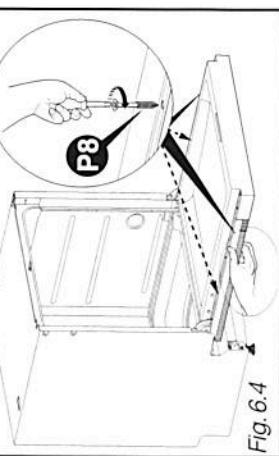

Fig. 6.1
- Medir a distância entre o solo e a parte inferior do painel da porta do móvel adjacente (cota B, Fig. 6.1)
- Retomar a cota B da Fig. 6.1, medir a folga J entre o solo e a parte inferior da máquina de lavar louça. Calcular $B - J$